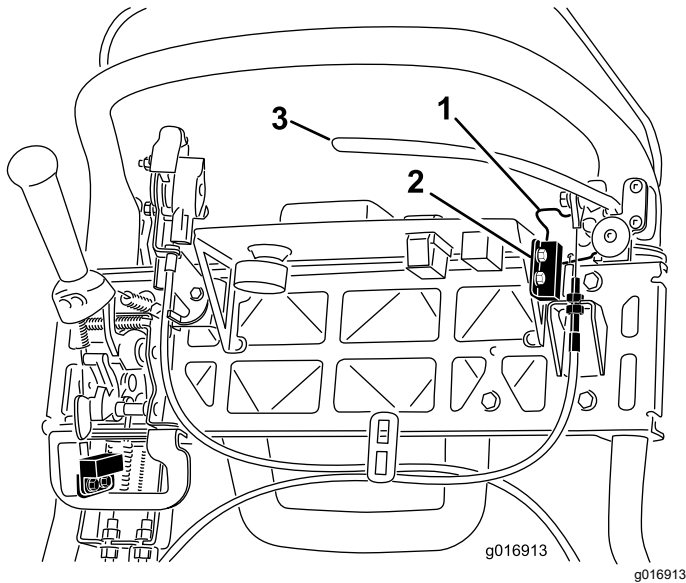

Figura 38
4. Afloje y retire las fijaciones de montaje del interruptor de seguridad (Figura 38).
5. Coloque un suplemento de 1,6 mm de grosor entre el seguro del freno de estacionamiento y el interruptor de seguridad (Figura 38).
4. Para aumentar la tensión del cable, afloje la contratuerca superior del cable y apriete la contratuerca inferior (Figura 38) hasta que se requiera una fuerza de 156 N aplicada a la palanca de freno para quitar el seguro del freno de estacionamiento.